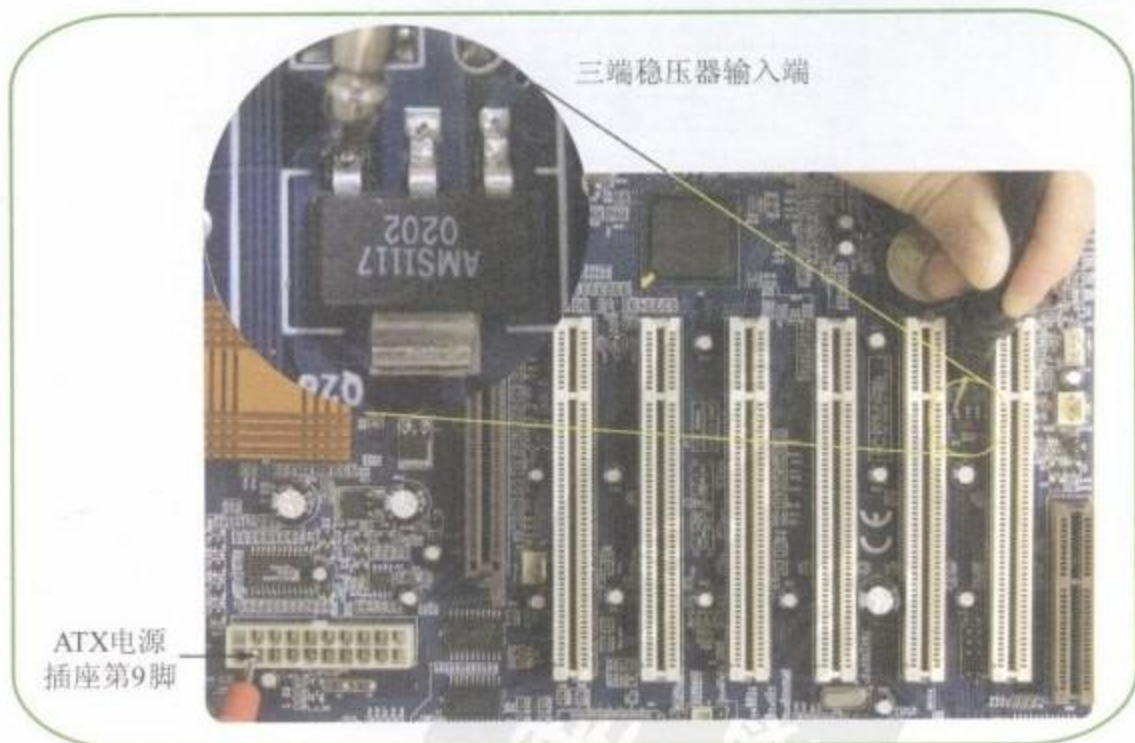

图6-21 测量ATX电源插座第9脚到三端稳压器输入脚的线路
Step 01 首先将万用表调到“蜂鸣”挡，然后测量ATX电源插座第9脚到三端稳压器输入脚的线路，如图6-21所示。